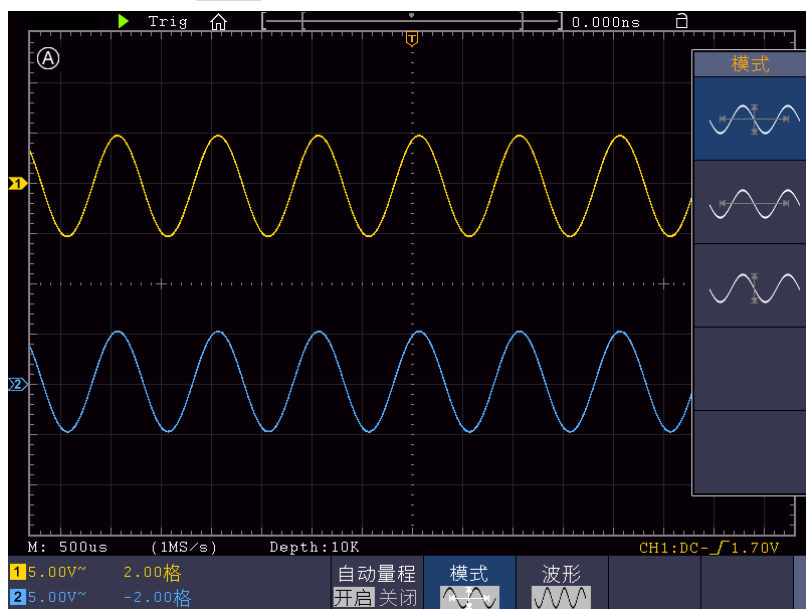

图 4-24：自动量程 水平/垂直模式多周期波形图
4. 在下方菜单中，按 **波形**；在右侧菜单中，选择波形为 。见图 4-24：